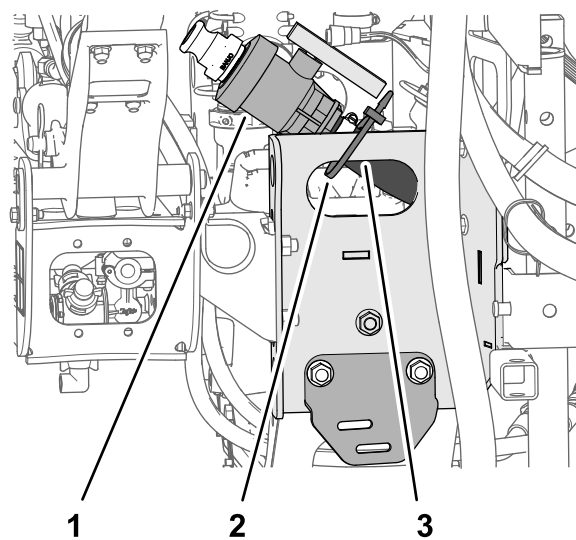

Figura 13
1. Rimuovete la fascetta per cavi che fissa la valvola di spurgo e il flessibile del serbatoio dell'irroratrice al profilato del pattino (Figura 13).